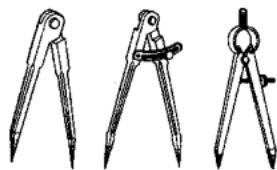

图 1-2-9 划规
(6) 划规 (见图 1-2-9) 用来划圆和圆弧、等分线段、等分角度以及量取尺寸等。